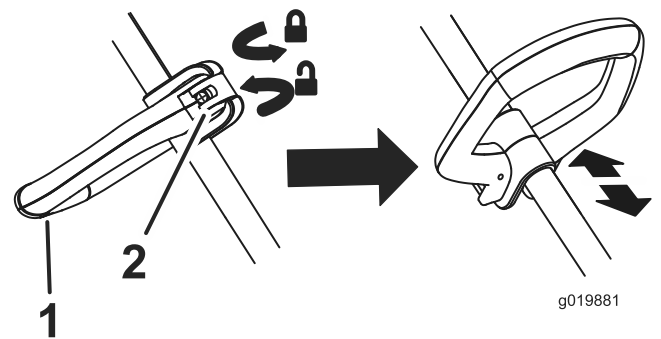

Figure 8
- Pour régler la hauteur de la poignée auxiliaire, ouvrez le verrou de la poignée auxiliaire, montez ou descendez la poignée à la hauteur voulue, puis fixez-la en place en refermant le verrou (Figure 8).